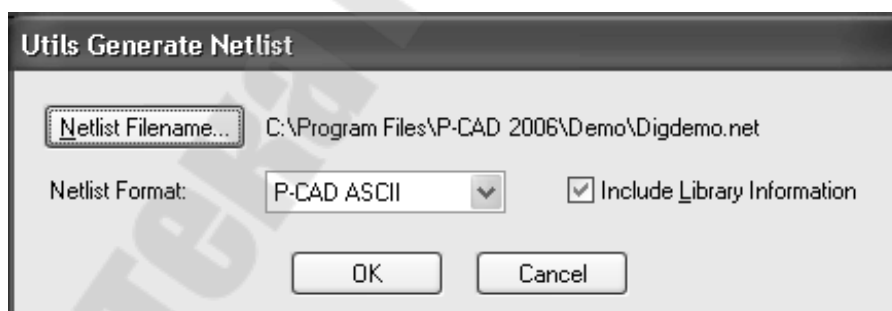

Рис.4.7. Генерация списка соединений
- 12) Генерация списка соединений для возможности дальнейшего проектирования осуществляется с помощью команды Utils/Generate Netlist (рис.4.7.). Кнопка Netlist Filename позволяет задать имя файла списка цепей. Формат списка цепей (Netlist Format) необходимо задать - P-CAD ASCII. Флажок Include Library Information рекомендуется установить, для того чтобы в файл была включена информация для менеджера библиотек.